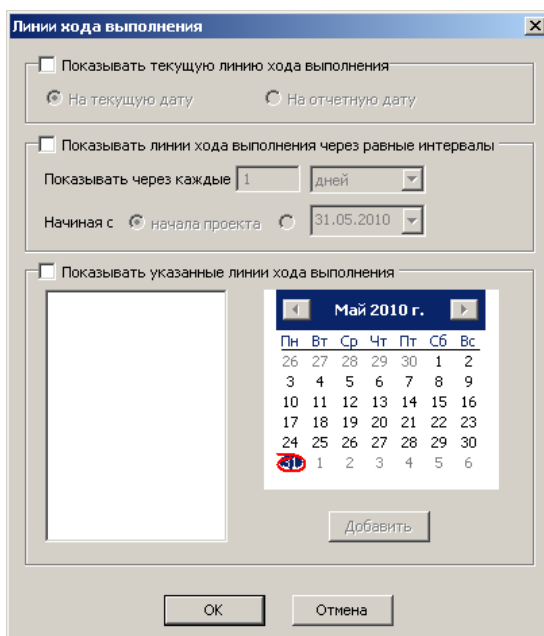

Рис. 4.10 Диалоговое окно «Линии хода выполнения».
- ☐ В диалоговом окне «**Линии хода выполнения**» (Рис. 4.10) установите флаг «Показывать указанные линии хода выполнения».